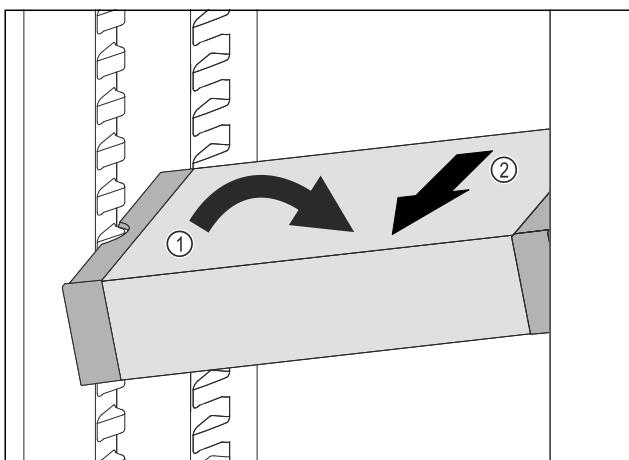

Fig. 81
- Расположите VarioSafe в холодильном отделении под наклоном. Fig. 81 (1)
- Извлеките VarioSafe движением вперед. Fig. 81 (2)